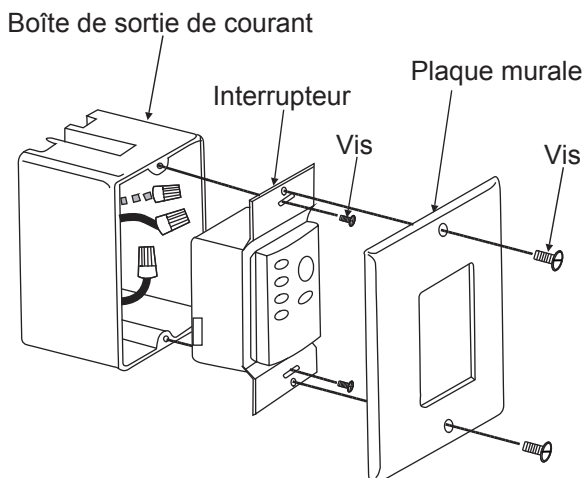

Fig. 26
**Étape 2.** Installez la plaque murale sur la boîte de sortie de courant existante à l'aide des vis fournies. (Fig. 26)